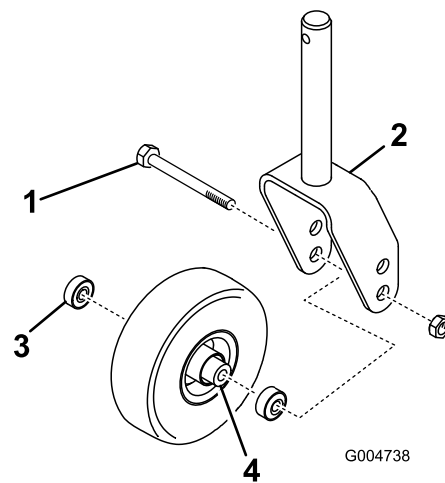

Рисунок 97
1. Снимите контргайку с болта, удерживающего узел поворотного колеса между вилкой (Рисунок 97) или рычагом поворотного колеса. Захватите поворотное колесо и выньте болт из вилки или поворотного рычага.
2. Извлеките подшипник из ступицы колеса и дайте выпасть проставке подшипников (Рисунок 97). Снимите подшипник с противоположной стороны ступицы колеса.